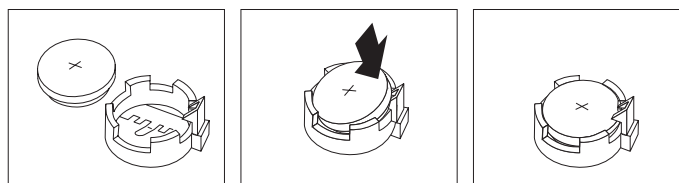

Figura 16. Installazione della batteria
6. Installare la nuova batteria. Consultare la sezione Figura 16.